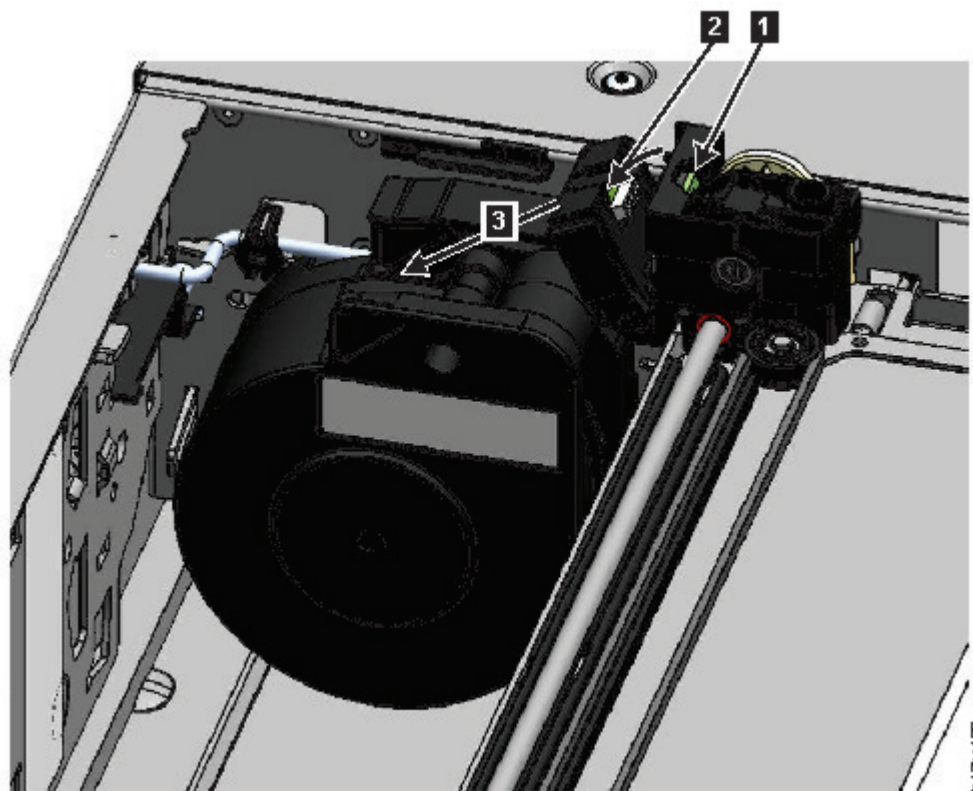

图 74. 解锁电缆盘电缆并将其放置在托架中
7. 在连接了电缆盘电缆的存取器顶部，按下滑锁（第 119 页的图 74 中的 **1**），然后倾斜用来承载电缆盘电缆的部件（**2**）。
8. 从存取器抬起电缆盘电缆，并将其放置在电缆盘装置顶部（图 74 中的 **3**）的托架中。